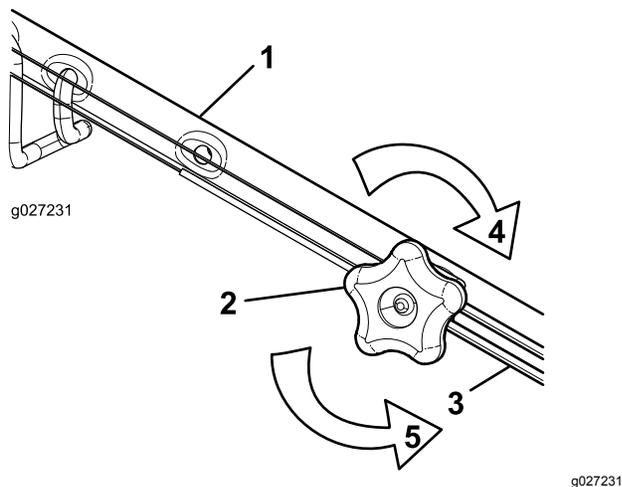

Рисунок 40
- Поверните ручку регулировки против часовой стрелки, чтобы ослабить затяжку троса (Рисунок 40).
- Отрегулируйте натяжение троса (Рисунок 40), потянув его назад или вперед, затем удерживайте в этом положении.